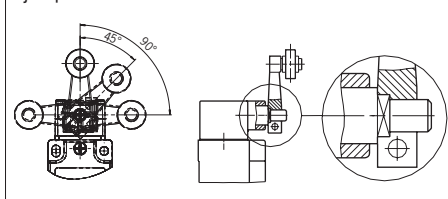

Fig. 2: Ajuste vertical del actuador
- ▶ El actuador (palanca de roldana) debe fijarse en unión positiva al árbol de accionamiento. Las caras del actuador y del árbol de accionamiento deben tocarse y encajar entre sí (véase la Fig. 2).